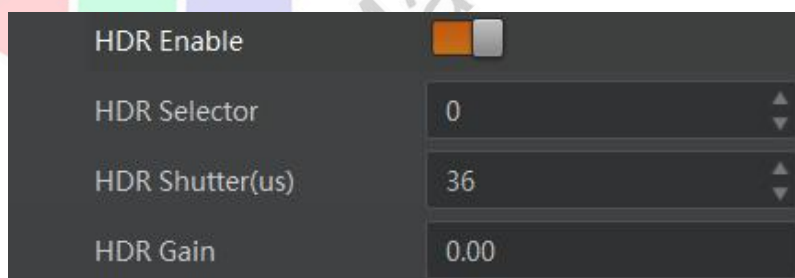

图7-27 HDR 设置
2. 选择 *HDR Selector*，调整 *HDR Shutter* 参数和 *HDR Gain* 参数的数值，分别对每一组参数进行设置，如图 7-27 所示。